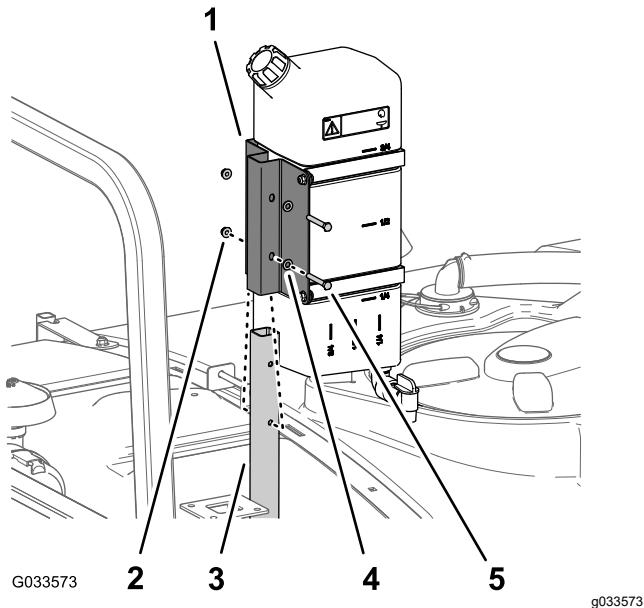

Figura 45
1. Monte el depósito de agua limpia y el soporte en el tubo de sujeción con 2 pernos (5/16" x 2 1/4") y 2 contratuerca con arandela prensada (5/16"), tal y como se muestra en la Figura 45.